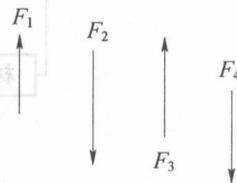

图 1-4 平面平行力系
b. 平行力系：力的作用线相互平行，见图 1-4。
② 空间力系：各力的作用线不全在同一平面内的力系，称为空间力系。